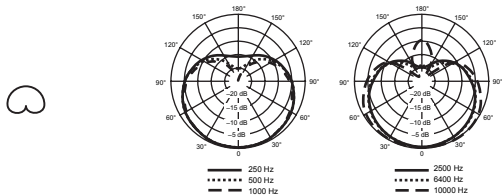

FIGURA 3. PATRON POLAR TIPICO DE CARDIOIDE
**Cardioide.** Es más sensible a los sonidos que llegan al micrófono directamente por su parte delantera y menos sensible a los sonidos que llegan por su parte trasera. El patrón de cardioide es el utilizado más comúnmente para presentaciones en vivo. Su patrón de captación ligeramente más ancho recoge más sonidos fuera del eje mayor. Vea la Figura 3.